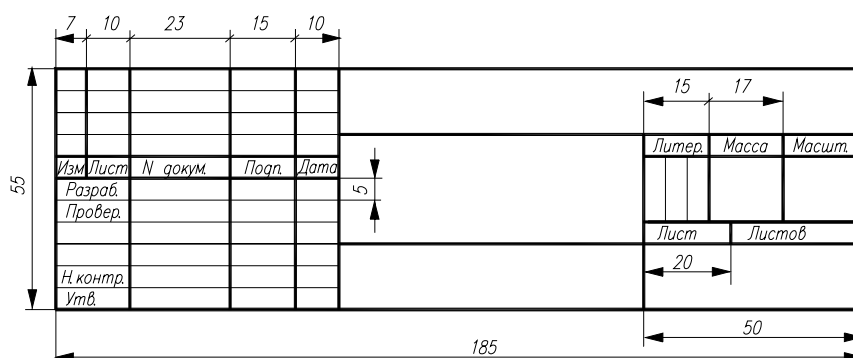

Рис. 9
*Упражнение*: выполнить штамп чертежей с использованием полилиний и команд для создания текста (рис. 9). Заполнить штамп собственными данными.